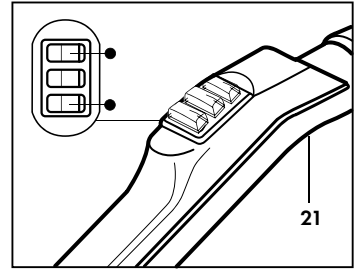

Fig. 19
Pour arrêter l'appareil débrancher les interrupteurs de commande placés sur la poignée (21) (**Fig. 19**); débrancher les interrupteurs placés sur l'appareil et débrancher la fiche de la prise de courant.